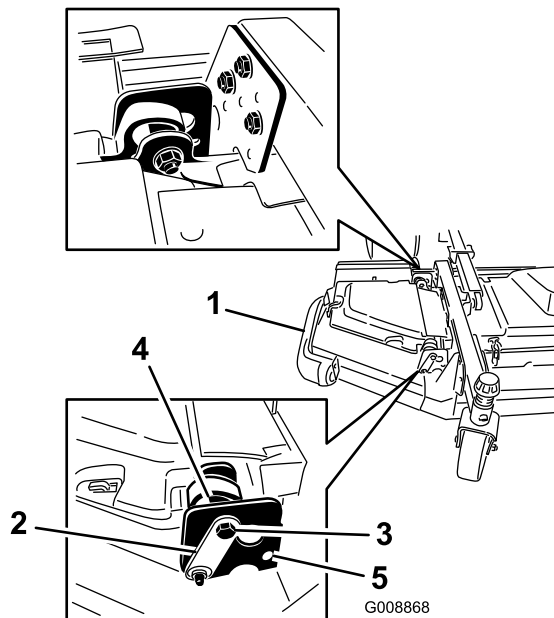

Рисунок 7
- Ослабьте затяжку болтов и гаек, с помощью которых две эксцентриковые проставки крепятся к крыльям (Рисунок 7).
- Поворачивайте задний (ближайший к тяговому блоку) эксцентрик до тех пор, пока наружная кромка ножа не окажется примерно на 3 мм выше требуемой высоты скашивания (Рисунок 7).